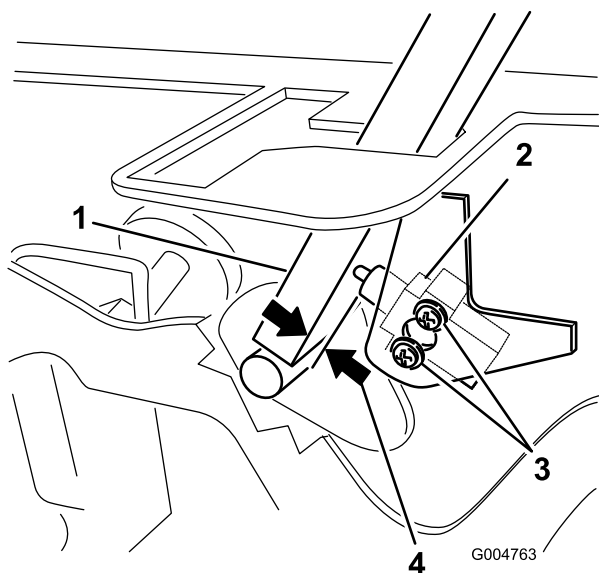

Figure 59
3. Desserrez les 2 vis de fixation du contacteur de sécurité (Figure 59).
4. Maintenez le levier de commande contre le châssis et rapprochez le contacteur du levier jusqu'à ce qu'ils soient espacés de 0,4 à 1 mm (Figure 59).